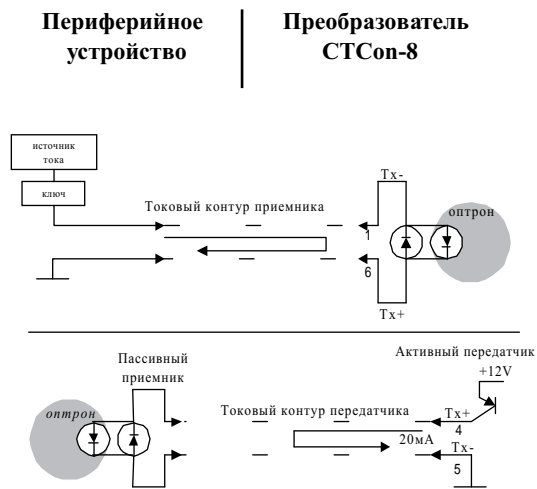

рис. 1. Схема соединения устройств по интерфейсу «Токовая петля».
2.3. В преобразователе СТСоп-8 реализован интерфейс «Токовая петля» по типу «Активный передатчик-Пассивный приемник». Для корректного включения периферийных устройств необходимо, чтобы их интерфейс был аналогичного типа. Схема соединения устройств по интерфейсу «Токовая петля» приведена на рис. 1